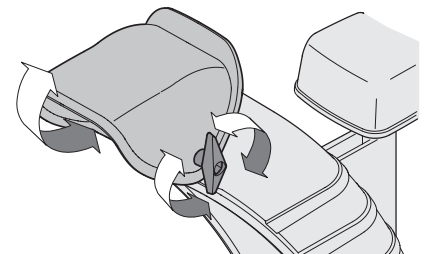

Figura 2-54
1. Afloje la perilla de aletas que está en el costado izquierdo del conjunto del canal. Consulte Figura 2-54.